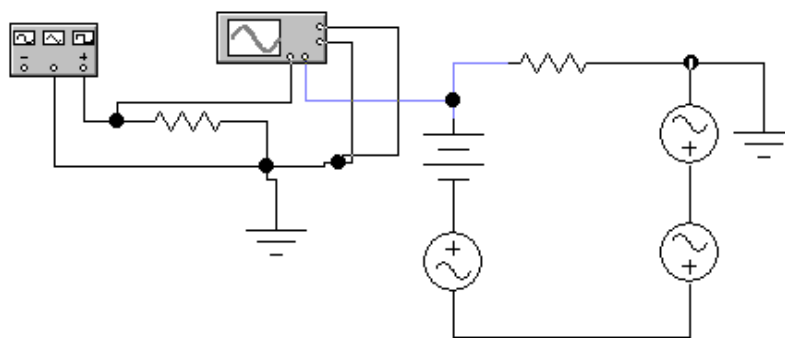

Рис. 18. Схема синтеза последовательности положительных прямоугольных видеоимпульсов
1. Собрать схему исследования (Рис.18).